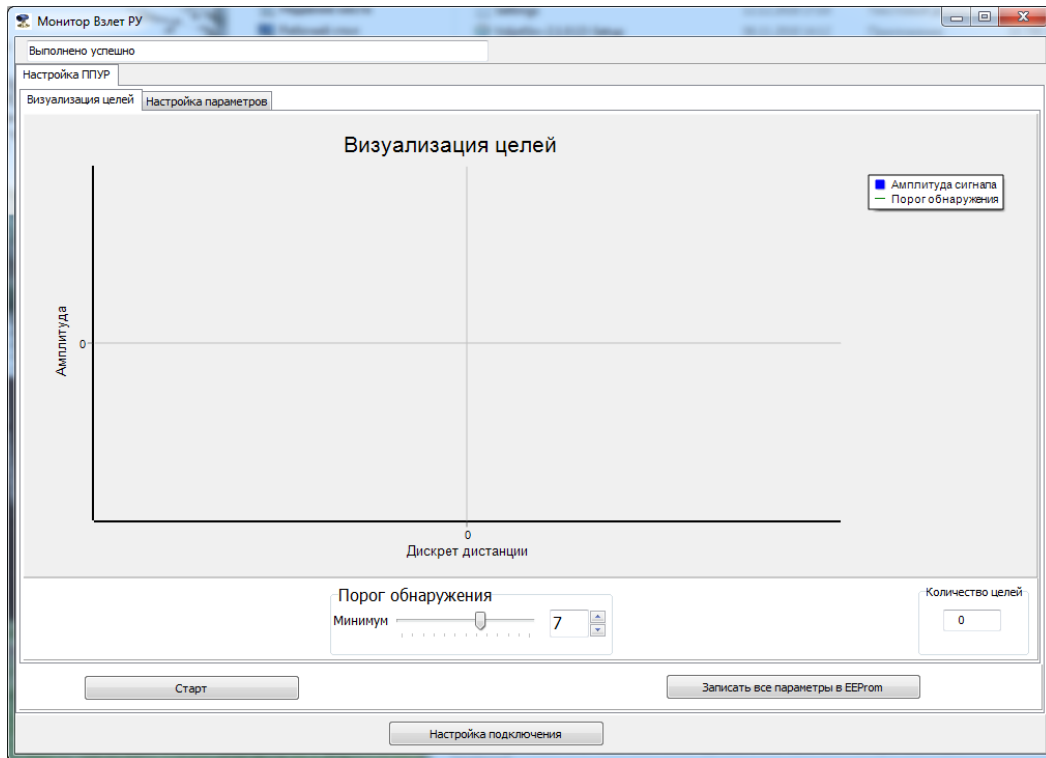
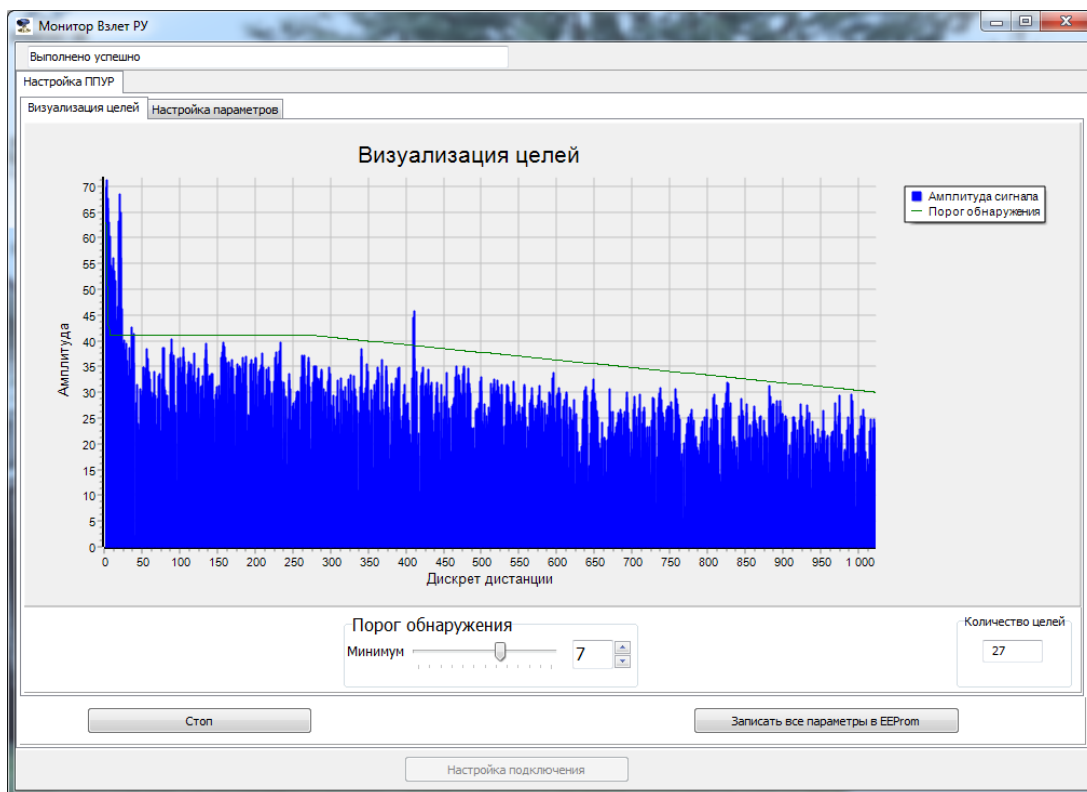

Рис.24 - Окно «Визуализация целей».
Рис.25 - «Шумовая дорожка».
7.7.2 После успешного подключения откроется окно «**Визуализация целей**» (рис.24). Для начала процесса измерений нажмите кнопку «**Старт**», начнется процесс отображения измерений, как приведено на рис.25.
7.7.3 На рис.25 приведена «шумовая дорожка», характеризующая спектр получаемого отраженного радарного СВЧ-сигнала. По оси «Х» отложена дистанция до измеряемой среды с дискретностью 4 см, по оси «Y» – амплитуда сигнала в дБ.